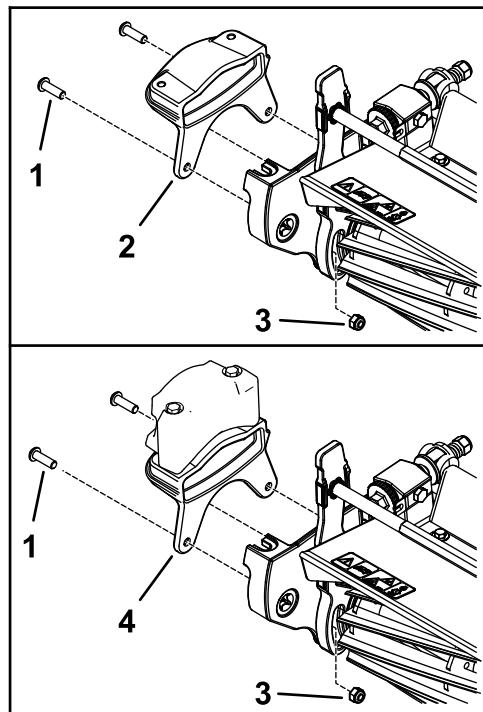

Рисунок 9
1. Прикрепите новый груз к боковой поверхности режущего блока при помощи 2 болтов (5/16 дюйма) и 2 гаек (5/16 дюйма), как показано на Рисунок 9.